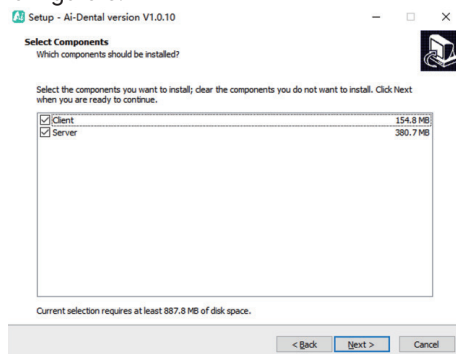

Figura 6
3.1.5 Seleccionar componentes. El usuario selecciona el componente correspondiente según sea necesario y, a continuación, pulsa el botón "Siguiente", como se muestra en la Figura 6: